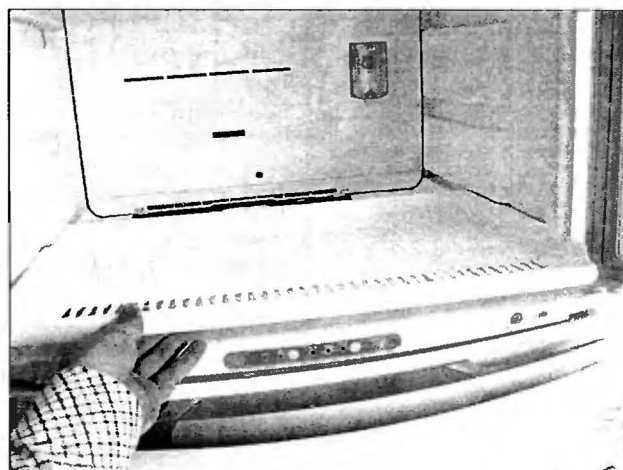

Рис. 8.5
- Извлекают лоток морозильного отделения (рис. 8.5).